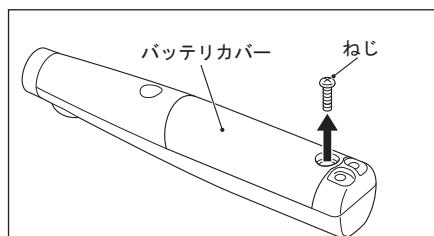

図 10
- 3)バッテリカバーを留めているねじをプラスドライバで取り外します。(図 10)